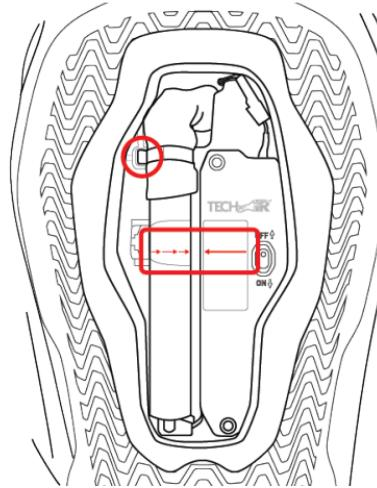

Figura 11: Installazione del gonfiatore a gas (1)
Successivamente, reinserire il gonfiatore a gas (1) nell'alloggiamento del gonfiatore a gas (4) spingendolo in posizione, come mostrato nella Figura 11. Assicurarsi che il fermo metallico nella parte superiore del gonfiatore a gas (1) sia posizionato a sinistra dentro l'alloggiamento. È importante allineare le linee sia sull'etichetta del gonfiatore a gas (1) sia sull'etichetta della copertura della centralina dell'airbag (ACU), come illustrato nella Figura 11 di seguito.